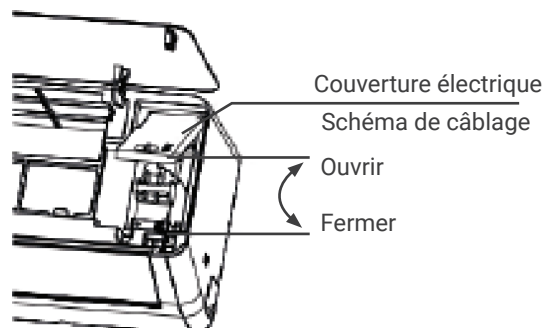

Fig.12
7.10 CONNEXION FILAIRE**1. Unité intérieure (fig.12)**